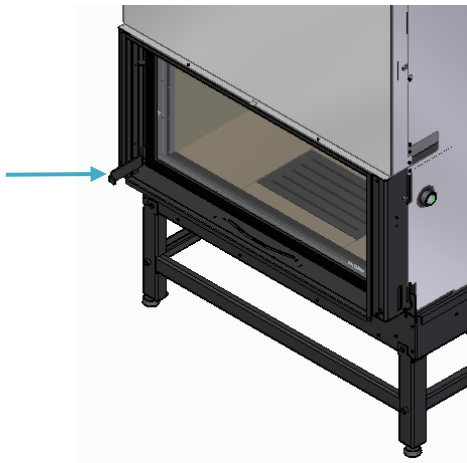

Figure 18
m) Dans les modèles à porte mobile verticalement, vérifier, à l'aide de l'outil, si la porte se déplace facilement et si, à son point le plus bas, le joint de porte est en contact avec la plaque avant, Figure 18;